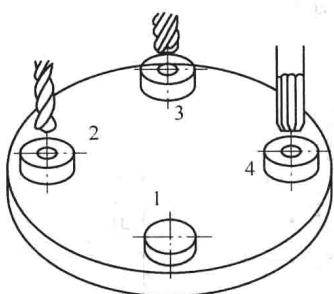

图 1-3 工件在回转工作台上加工示意图
(2) 工位 一次装夹后，工件与机床夹具或设备的可动部分一起相对于刀具或设备的固定部分所占据的每一个位置，称为工位。工位的变换可借助于机床夹具的分度机构或机床设备工作台的移位或转位来实现。图 1-3 所示为四个工位（包括工件装卸工位）。采用一道工序一次安装三个工位加工，比采用三道工序三次安装完成钻孔、扩孔、铰孔加工更省时，效率更高，位置误差更小，特别是采用毛坯表面装夹情况下尤其如此。